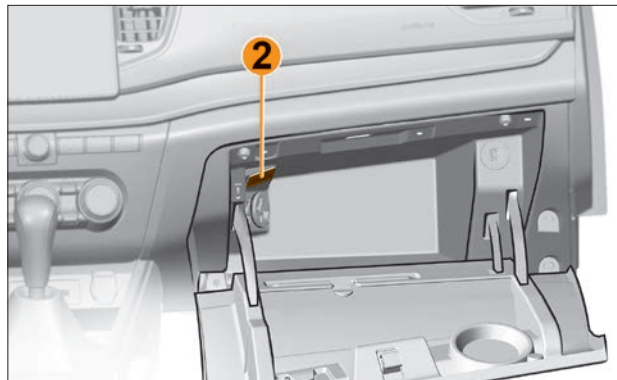

Рис. 4.5.2. Плафон освещения вещевого ящика
**В варианте исполнения** вещевой ящик освещается плафоном **2** (рис. 4.5.2).